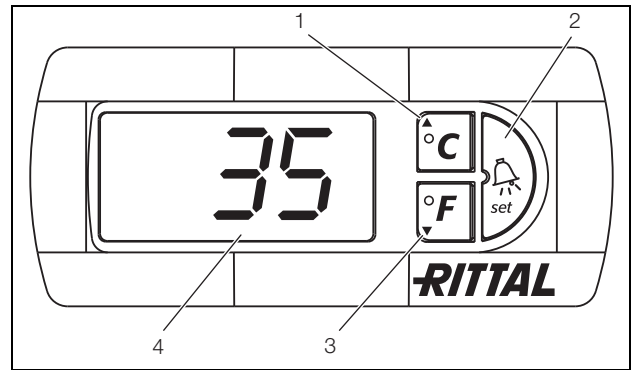

Fig. 19: Controllo e-Comfort
Il controllo e-Comfort dispone di un display a 7 segmenti (fig. 19, nr. 4). Dopo aver attivato l'alimentazione, sul display appare per circa 2 secondi anzitutto la versione del software in uso e la funzione Eco Mode attivata, successivamente l'opzione preimpostata (ad es. t10) o la temperatura.
Per la programmazione dell'apparecchio si utilizzano i tasti 1 – 3 (fig. 19). I relativi parametri vengono visualizzati in modo analogo sul display.
■ Premere contemporaneamente i tasti 1 e 2 (fig. 19) per min. 5 secondi.
Con i tasti 1, 2 e 3 (fig. 19) è possibile modificare 24 parametri entro i campi predefiniti (valore min., valore max.).